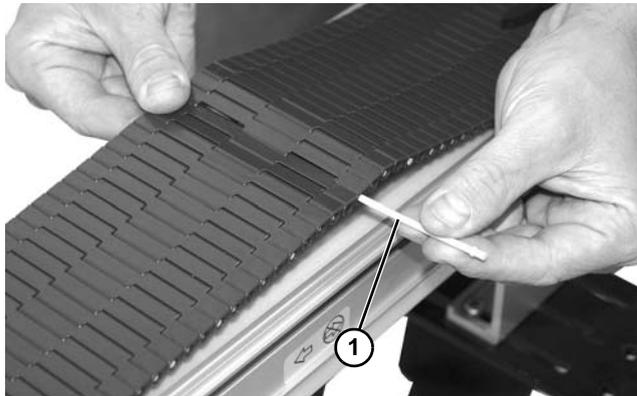

Abbildung 36
5. Das Band verbinden und dafür die Kunststoffstange (Abbildung 36, Teil 1) durch das Seitenloch auf der Stange, welche die Seitenführung des Bands hält, durchschieben.